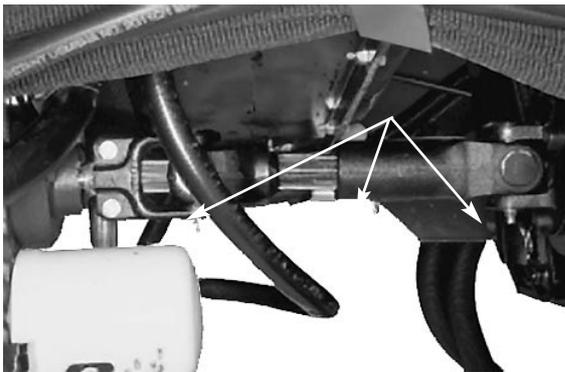
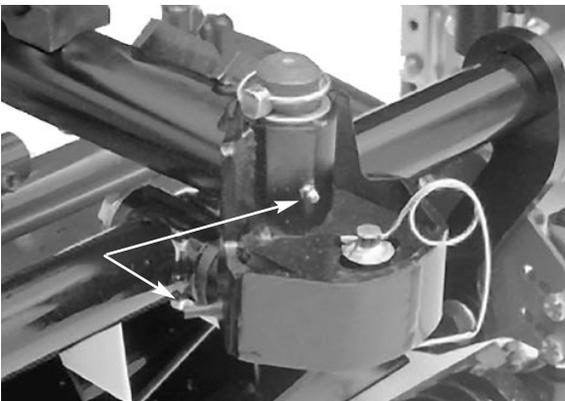

Figure 23
Figure 24
1. Lubrifier les graisseurs suivants : arbre de transmission du moteur (3), (Fig. 23); châssis et pivot des unités de coupe (2 sur chaque), (Fig. 24); pivots des bras de relevage arrière (2), embrayage de l'arbre de transmission (1) (Fig. 25); bielle de pont arrière (2), rotules de vérin de direction (2), pivots de direction d'essieu (2) pivot de direction arrière (1) (Fig. 26); tringlerie de commande de déplacement à la transmission (1), palier support d'arbre de transmission (1), arbre de transmission de pont arrière (3) (Fig. 27); pédale de frein (1) (Fig. 28); vérins de relevage (5) (Fig. 29), pivots de bras de relevage avant (3) (Fig. 30) et poulie d'entraînement de ventilateur (Fig. 31).